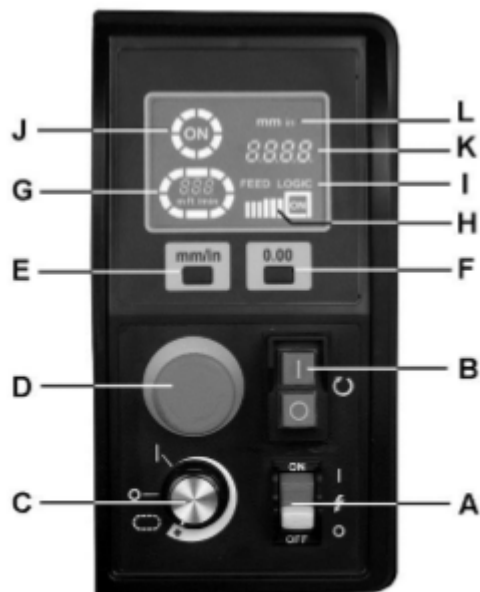

Рис. 16
На Рис. 16 приведена панель управления станка.
Чтобы запустить транспортер и увеличить скорость его движения поворачивайте регулятор (C, Рис. 16) по часовой стрелке - *Круговой индикатор (G) загорится и будет мигать по кругу. Внутри индикатора будет отображаться скорость транспортера.*
Опустите барабан до касания с заготовкой, затем нажмите кнопку сброса для задания нулевого положения барабана (F, Рис. 16), чтобы обнулить настройки высоты барабана по отношению к заготовке. Теперь для опускания барабана на нужное расстояние для каждого прохода нужно использовать маховик. Высота барабана отображается на дисплее (K).
Нажмите кнопку аварийного выключателя (D, Рис. 16), чтобы отключить все функции станка. При нажатом аварийном выключателе двигатель барабана останавливается, а индикатор «ON» («ВКЛ.») (J) на дисплее гаснет. Двигатель транспортера также останавливается, а круговой индикатор (G) мигает.
**ВАЖНО:** станок будет находиться в состоянии аварийного отключения до тех пор, пока аварийный выключатель не будет повернут по часовой стрелке для сброса. Перед повторным запуском станка регулятор скорости транспортера (C, Рис. 16) также должен быть снова установлен в положение OFF (ВЫКЛ.).
Система контроля подачи Feed Logic непрерывно отслеживает нагрузку на двигатель барабана и автоматически регулирует скорость двигателя транспортера, чтобы обеспечить максимальную скорость транспортера без перегрузки. Когда индикатор «Feed Logic» мигает и на дисплее загорается надпись «ON» (I, Рис. 16), значит, система контроля подачи зафиксировала слишком большую глубину шлифования и/или слишком высокую скорость подачи.